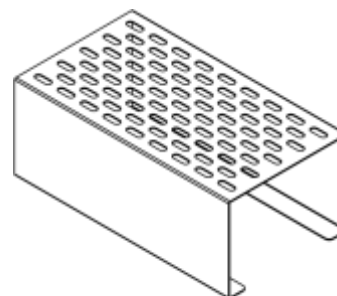

Figure 15
(1) Étagère métallique en position fixe, voir la Figure 15